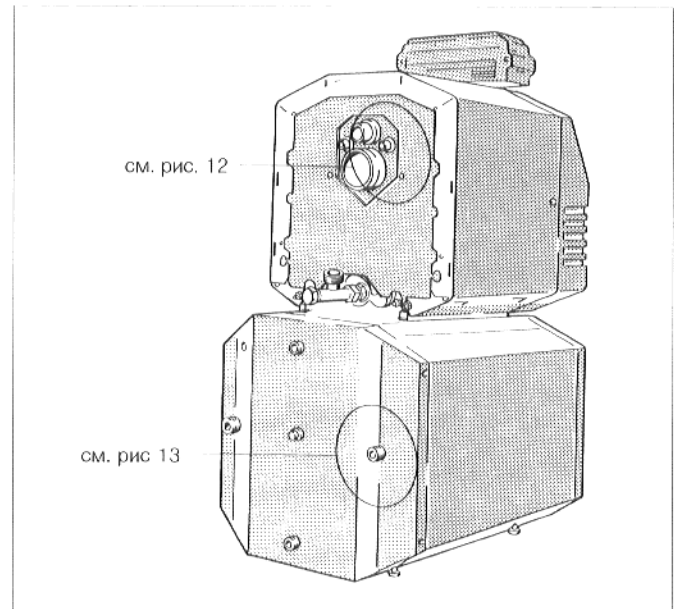
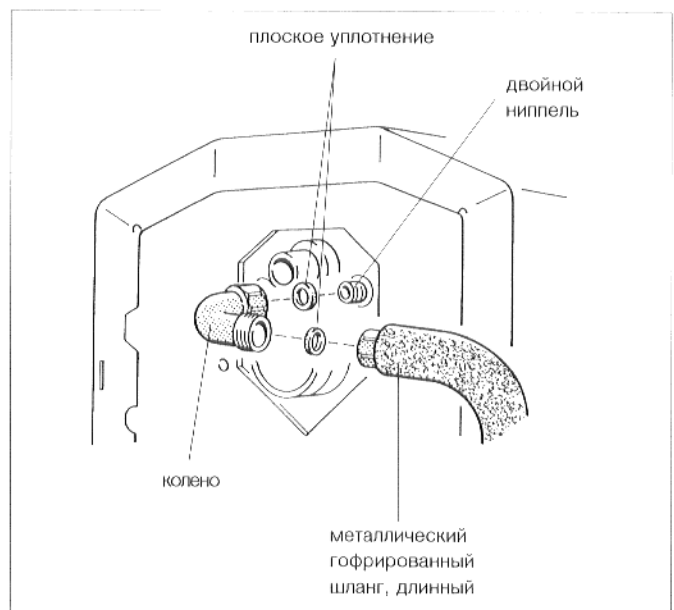
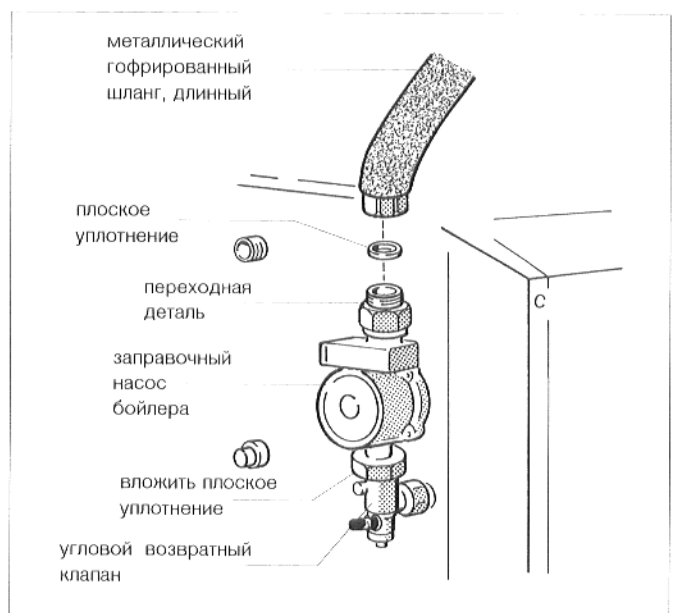

Рис. 11
Рис. 12
Рис. 13
- Вложить O-образное кольцо в паз двойного nipples (рис. 11 и рис. 12).
- Ввинтить двойной nipple в отверстие для подключения подводящей линии бойлера-нагревателя хозяйственной воды у котла, соответственно рис. 12 и рис. 11.
- Вложить плоское уплотнение в накидную гайку второго колена и слегка привинтить колено к двойному nipple (рис. 12).
- Вложить плоское уплотнение в накидную гайку углового возвратного клапана и привинтить угловой возвратный клапан к подводящей линии бойлера (рис. 13 и рис. 11).
- Вложить плоское уплотнение для заправочного насоса бойлера ( $\varnothing 44 \times 28 \times 2$ ) в верхнюю накидную гайку углового возвратного клапана, и привинтить заправочный насос бойлера внизу у углового возвратного клапана так, чтобы направление подачи показывало вниз (рис. 13 и рис. 11).
- Вложить второе плоское уплотнение для заправочного насоса бойлера ( $\varnothing 44 \times 28 \times 2$ ) в переходную деталь, и привинтить переходную деталь к всасывающему патрубку заправочного насоса бойлера (рис. 13 и рис. 11).
- Держать металлический гофрированный шланг так, чтобы он находился между точками подключения, и произвести соответственное изменение его формы (рис. 11).
- Вложить уплотнения в накидные гайки металлического гофрированного шланга и ввинтить металлический гофрированный шланг между переходной деталью и коленом (рис. 11).
- Затянуть накидную гайку колена (рис. 12).